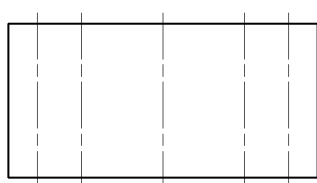

图 9-59 绘制外轮廓
- 10 使用【直线】命令, 绘制左视图外轮廓, 结果如图 9-59 所示。